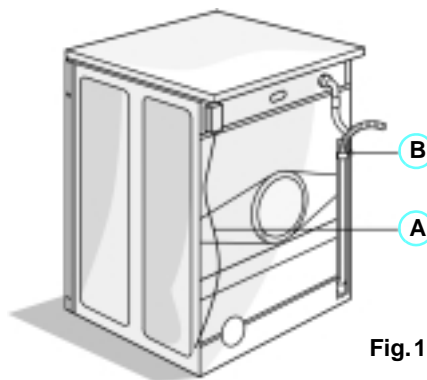

Fig.1
1. Desenganchar el tubo flexible de descarga de la abrazadera izquierda, como indica la flecha A en la Fig. 1.
NO soltar la conexión del tubo flexible de descarga, como indica la flecha B en la Fig. 1, porque habría riesgo de fugas (peligro de escaldarse con agua caliente).